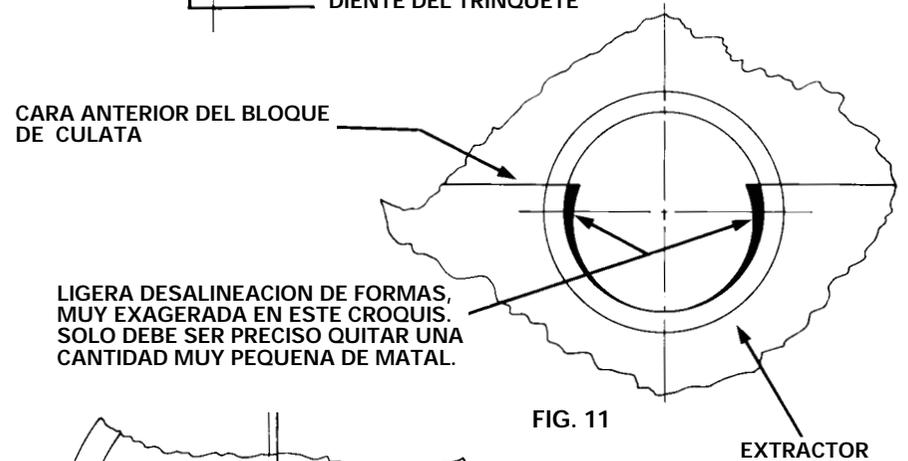

FIG. 11
- (a) Si la porcion de la camara esta centralizada con relacion a la forma completa en el bloque de culata (ver la Fig. 11), pero hay desalineacion entre las formas, rebajar suavemente con una lima d4 picadura muy dulce. el material sobrante hasta que el cartucho entre sin obstruccion.
6. Colocar en un tornillo de banco de mordazas lisas el conjunto, ejercer presion con una varilla de acero de 1/4" (6mm) contra el lado de la Varilla del Fiador a la altura de la ranura media redonda del pasador y apretar firmemente (Fig. 11). Esto asegurara que el Pasador quede bien sujetado en la Varilla del Fiador e impedira que se afloje. Es importante que la Varilla del Fiador este situada en el centro exacto del pasador, pues al contrario se produciran inconvenientes en el montaje.